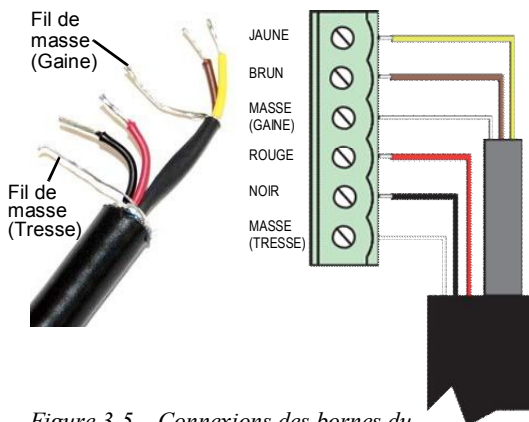

Figure 3-5 Connexions des bornes du dispositif TIENet
4. Attachez les extrémités du fil à la barrette de connexion, tel que montré à la Figure 3-5, puis ré-enfoncez la barrette de connexion dans sa prise du panneau de circuit, tel que montré à la Figure 3-6, en veillant à ne tirer aucune connexion de fil. Tirez légèrement sur chaque fil une fois terminé, pour vérifier la solidité des connexions aux bornes à vis.